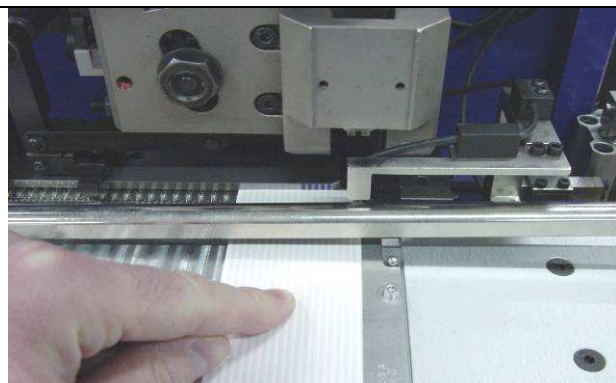

Bild 12
3. Legen Sie das Kabel, wie in Bild 12 gezeigt, in die Maschine ein.